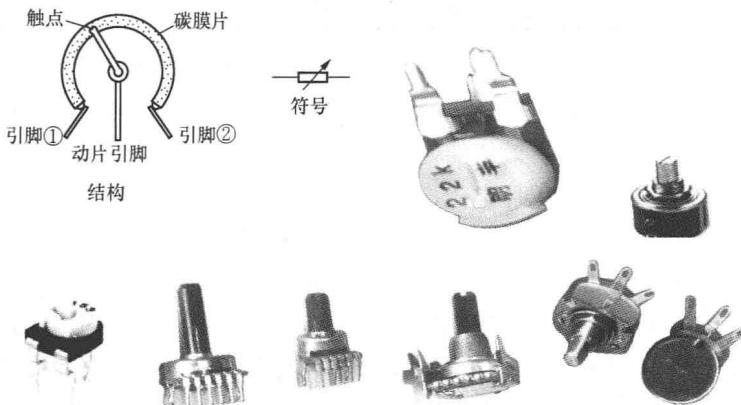

图 1-3 常用可变电阻器电路符号及实物外形
常用可变电阻器的结构符号及实物外形如图 1-3 所示。
从图 1-3 中可以看出，可变电阻器的两根固定引脚接在碳膜体两端，碳膜体是一个电阻体，在两根引脚之间有一个固定的电阻值。动片引脚上的触点可以在碳膜上滑动，这样动片引脚与两固定引脚之间的阻值将发生大小改变。当动片触点顺时针方向滑动时，动片引脚与引脚①之间阻值增大，与引脚②之间阻值减小。反之，动片触点逆时针方向滑动，引脚间阻值反方向变化。在动片滑动时，引脚①、②之间的阻值是不变的，但是如若动片引脚与引脚②或引脚①相连通后，动片滑动时引脚①、②之间的阻值便发生了改变。可变电阻器的阻值是指两个固定引脚之间的电阻值，也就是可变电阻器可以达到的最大电阻值，可变电阻器的最小阻值为零（通过调节动片引脚的旋钮）。可变电阻器的阻值直接标在电阻器身上。
图 1-3 中带开关的电位器是组合电位器，其中三根引脚装置在一处，两根引脚为固定引脚，一根为动片引脚，开关引脚装置在另一处，通常是装在电位器的背面。这种带开关的电位器，在转柄旋到最小位置后再旋转一下，便将开关断开。在开关接通之后，调节电位器过程中对开关便没有影响，一直处于接通状态。图 1-3 中的旋转式电位器又有同心同轴（调整时两个电位器阻值同时变化）和同心异轴（单独调整）之分。直滑式电位器的特点是操纵柄往返作直线式滑动，滑动时可调节阻值。